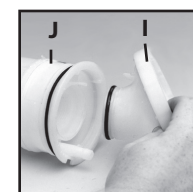

Figure 7
8. Séparez le corps de la pompe (I) du cylindre de pression (J) en le tirant (Figure 7). Le joint torique peut ensuite être remplacé.